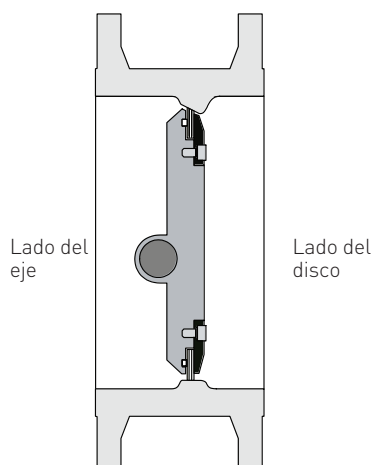

FIG. 2
- El diseño de las válvulas Vanessa Serie 30.000 no es simétrico. Los dos lados de la válvula van identificados como «lado del eje» y «lado del disco». Véase Fig. 2. Para la correcta dirección de instalación, consulte la literatura específica proporcionada con la válvula.